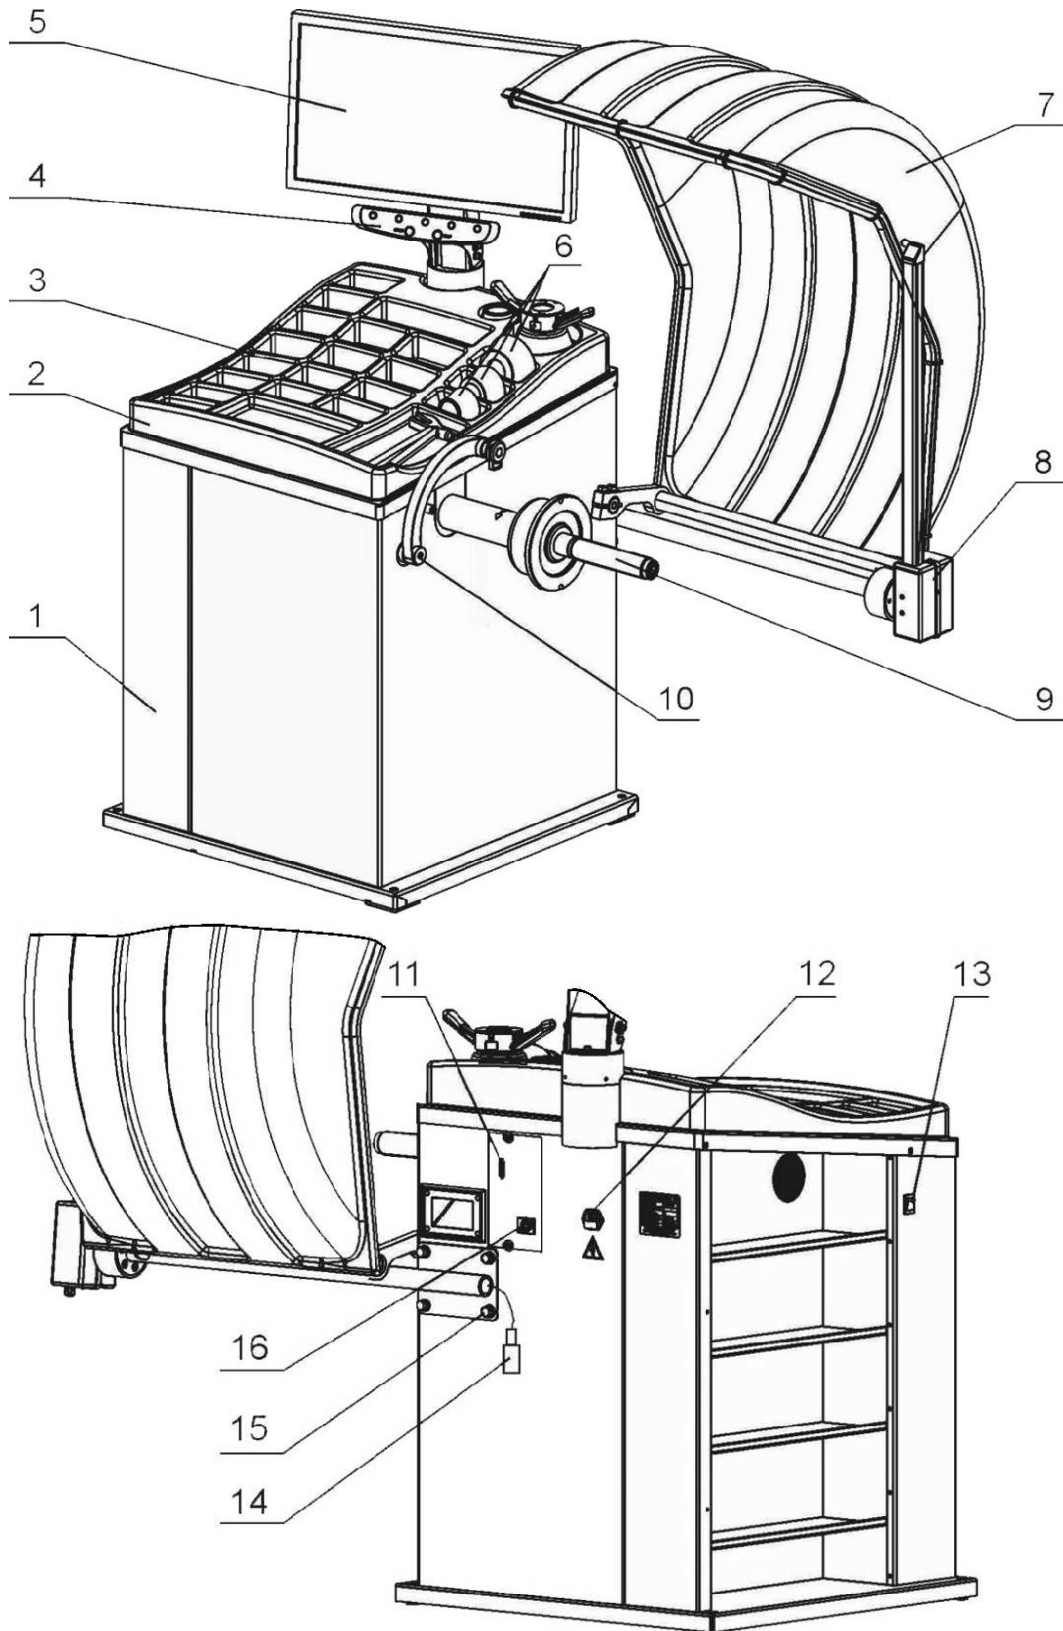

Рисунок 4.1
4.2.6 Закрепить вторую линейку 8 на корпусе с помощью 4-х болтов с шайбами 14 и подключить вилку линейки 14 к гнезду 16 (рисунок 4.1).
4.2.9 Подключить сетевой шнур к гнезду 12, расположенному на задней панели корпуса станка (рисунок 4.1), и к питающей сети, оборудованной розеткой с контактом заземления. Подключить монитор к питающей сети, оборудованной розеткой с контактом заземления, согласно эксплуатационной документации на него.